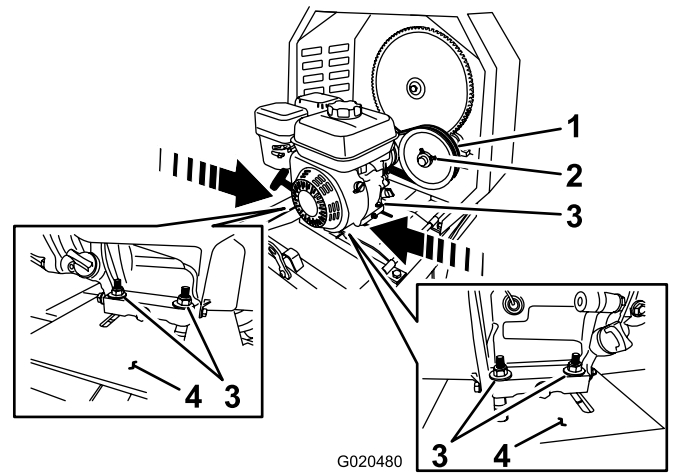

Figure 56
- B. Desserrez les écrous et boulons qui fixent le moteur au plancher moteur (Figure 56).
- **Pour accroître l'entrefer** – éloignez le moteur de la poulie de tension (Figure 56).
- **Pour réduire l'entrefer** – rapprochez le moteur de la poulie de tension (Figure 56).